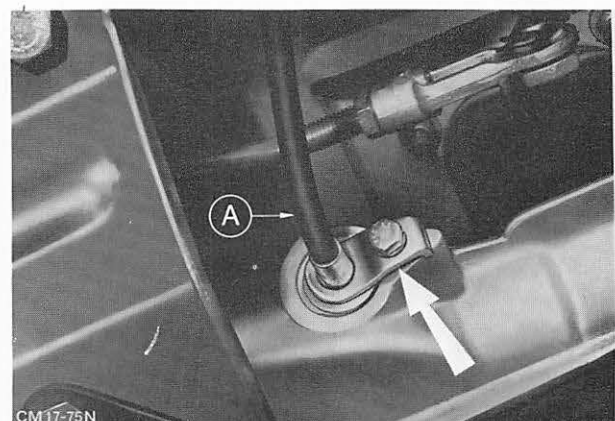

Abb. 32 Befestigung – Tachowelle
22. Tachowelle am Getriebe anschließen, Abb. 32, und Ölleitungen – Ölkühler am Getriebegehäuse anbauen.